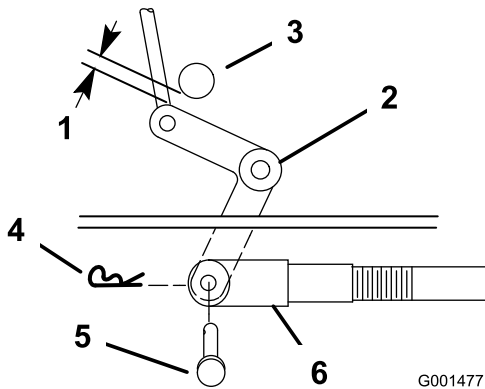
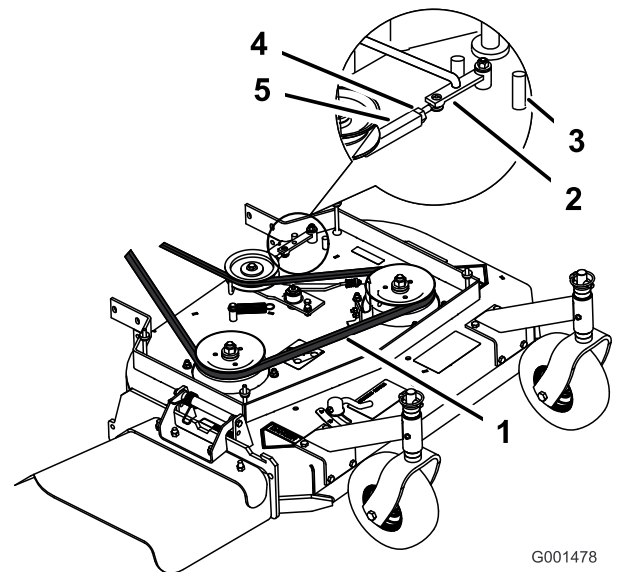
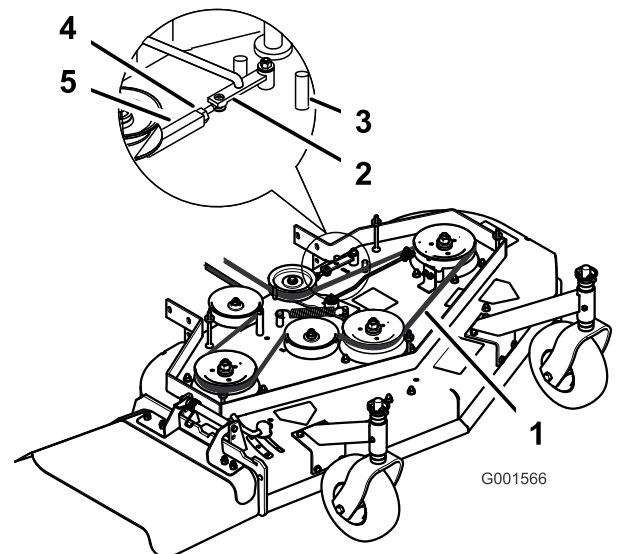

Figure 33
Figure 34
Figure 35
9. Vérifiez l'écartement entre l'axe coudé et l'arbre de sortie de transmission (Figure 33).
11. Tournez la chape dans le sens horaire sur la tige pour accroître l'écartement, et dans le sens antihoraire pour le réduire (Figure 33).
Remarque: Si le bras d'assistance ne touche pas la butée avant du tablier de coupe (Figure 34 ou Figure 35), réglez la chape de sorte à rapprocher le levier coudé de l'arbre de sortie de transmission (Figure 33).